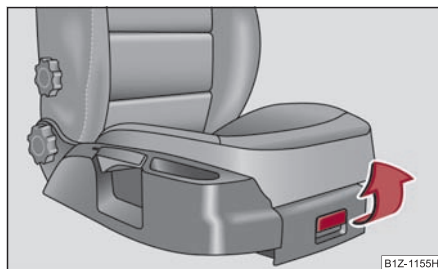

Fig. 126 Asiento del acompañante: Portaobjetos
- Para abrir la tapa, inclinar el cierre y levantar la tapa ⇒ fig. 126.